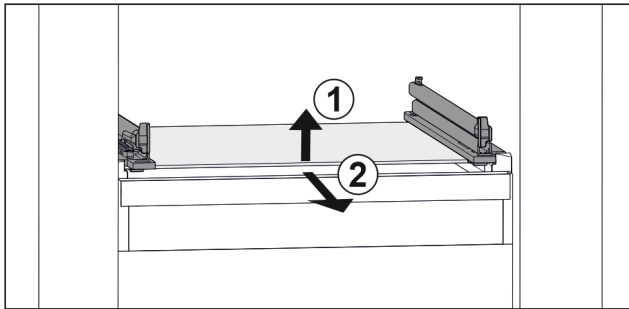

Fig. 28 Beispielhafte Darstellung der Glasplatte
- ▶ Glasplatte vorne anheben. Fig. 28 (1)
- ▶ Glasplatte nach vorne entnehmen. Fig. 28 (2)